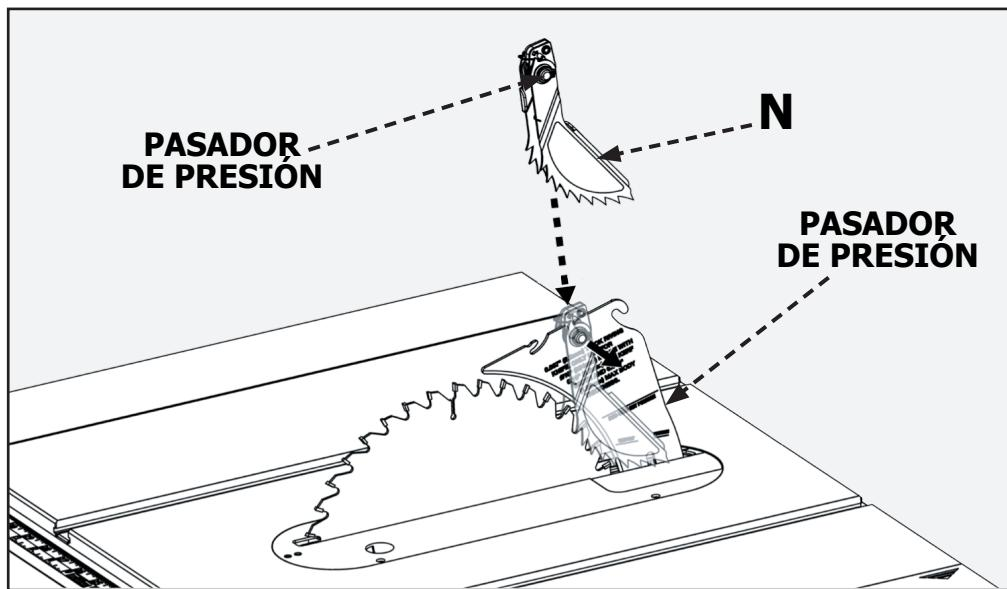

FIGURA 19
1. Consulte la Figura 19 y ubique la ranura de montaje de los trinquetes anti contragolpe (A) en medio del borde superior del separador.
2. Deslice la ranura situada en medio del ensamble de los trinquetes anti contragolpe por la parte superior del separador hasta que el vástago (B) encuentre la ranura central en el separador.
3. Empuje el vástago en el ensamble de trinquetes anti contragolpe (B) para dejar que el ensamble caiga dentro de la ranura. Empuje el ensamble de trinquetes anti contragolpe hacia abajo hasta escuchar un chasquido y que quede firme. Suelte el vástago. **NOTA:** Jale los trinquetes anti contragolpe hacia arriba para comprobar que estén correctamente sujetados.